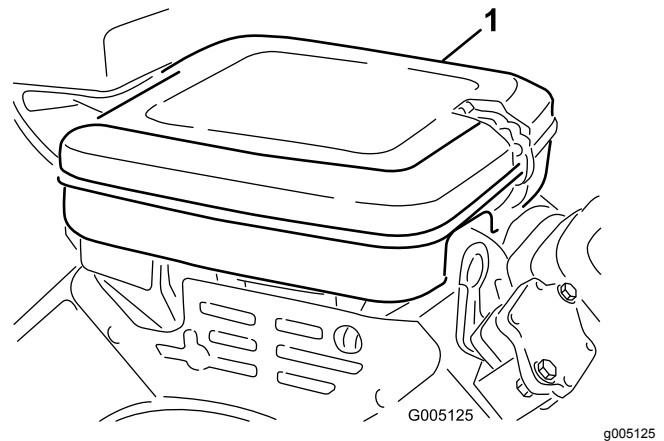

Bild 30
1. Reinigen Sie die Luftfilterabdeckung (Bild 30).